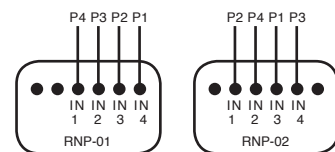

Fig. 1
- Knapparnas nummer för sändarna RNP-01/RNP-02 visas i Fig. 1 – samma programmering som för P-257/4 och RNK-04